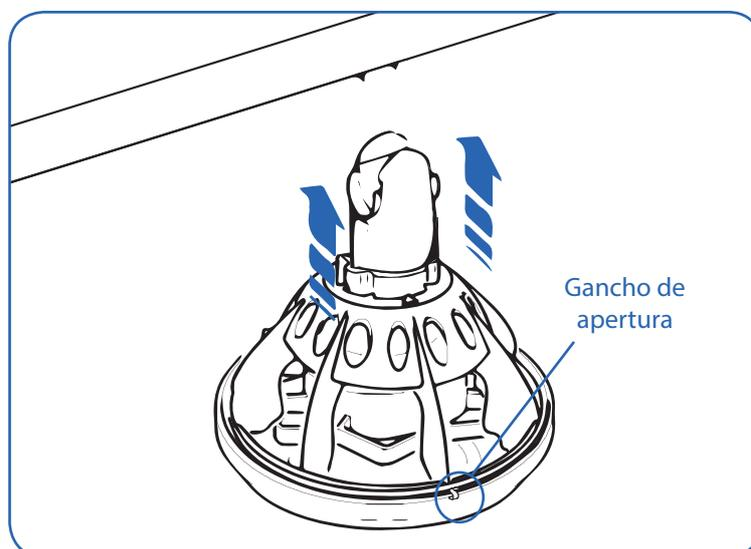
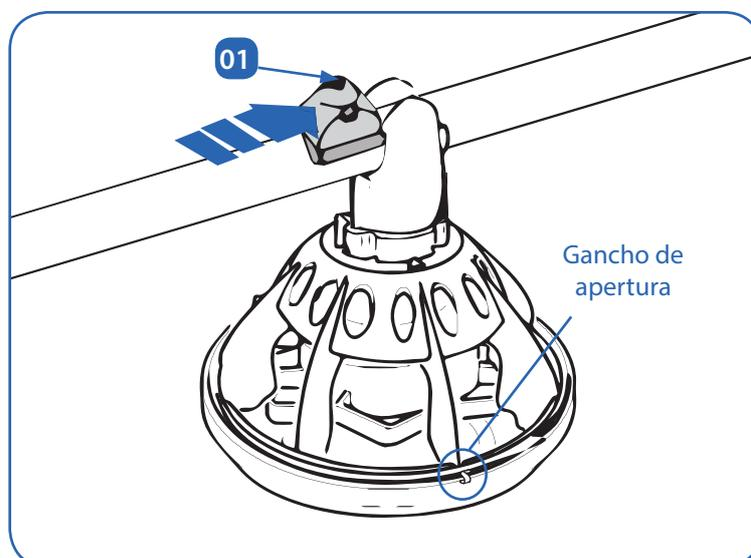

Fig.05.20. Montaje de los tubos de transporte de alimento.
Fig.05.21. Montaje de los tubos de transporte de alimento.
- Para facilitar esta labor aconsejamos elevar la línea de comederos a una altura de 1,20 -1,50 m y así poder trabajar cómodamente. Tomamos el comedero ya ensamblado y lo anclamos en el tubo de transporte, justo donde estén las ranuras de descarga de alimento. Presionamos el comedero contra el tubo hasta que encaje completamente (Fig. 05.20.). A continuación deslizamos la parte superior del tubo de caída **01** hasta que el comedero este completamente sujeto en su posición (Fig. 05.21.).